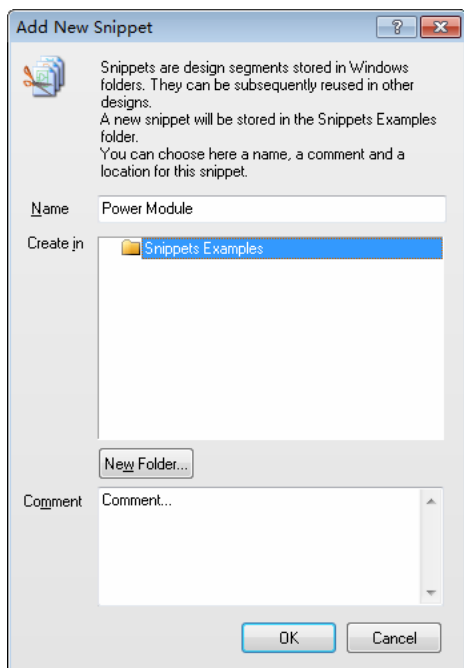

图 6-9 Add New Snippet 对话框
(1) 打开本例对应的电子资源“Snippet.PrjPcb”工程, 选中 Snippets.SchDoc 原理图中需要被保存为片段的电路模块, 这里选择整个电源模块。
(2) 单击鼠标右键, 在弹出的菜单中选择 Snippets >> Create Snippets from Selections 菜单命令, 打开 Add New Snippet 对话框, 在 Name 文本框中输入新的 Snippet 名称 Power Module, 如图 6-9 所示。